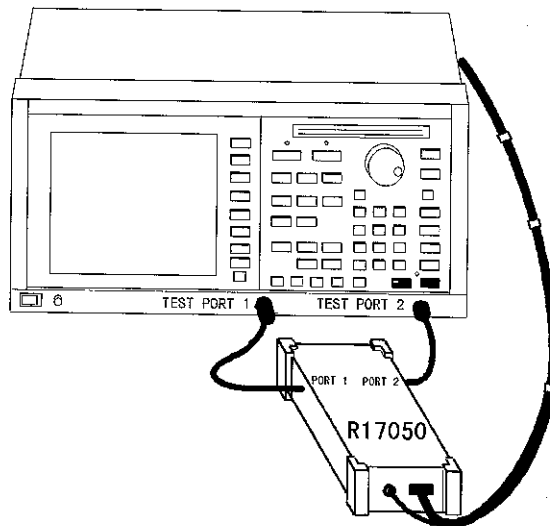

図 6-2 RF ポートの接続
- ② 本器の RF ポートと、ネットワーク・アナライザの測定ポートを接続します。本器の RF ポートは方向性がありません。接続はどちらでも構いません(図 6-2 参照)。